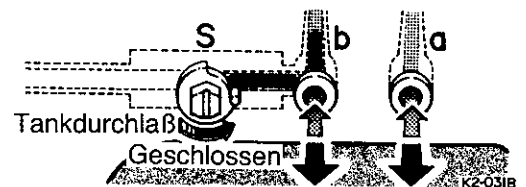

Abbildung 2
4. Drehen Sie den Hahn "S" auf der Baggerseite um 90° gegen den Uhrzeigersinn, um den Durchfluß in den Tank zu versperren. (Siehe Abbildung 2.)
4. Drehen Sie den Hahn "S" auf der Baggerseite um 90° gegen den Uhrzeigersinn, um den Durchfluß in den Tank zu öffnen. (Siehe Abbildung 2.)